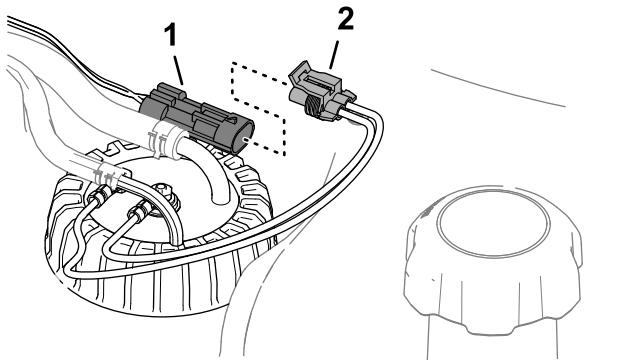

図 95
- 6. マシンのワイヤハーネスの2ピンコネクタに、燃料センダのハーネスの2ソケットコネクタを接続する 図 95。